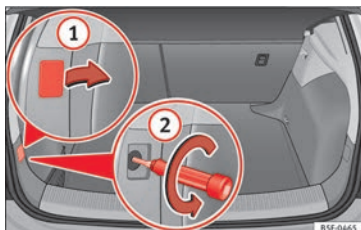

Abb. 115 Gepäckraum: Lage der Befestigungsschraube der Heckleuchte
- Hebeln Sie die Abdeckung an der Aussparung mit dem flachen Teil des Schraubendrehers ab und entfernen Sie die Abdeckung » Abb. 115 ①.
– Lösen Sie mit einem Schraubendreher die dahinterliegende Schraube im Gegenzeigersinn (Pfeil) » Abb. 115 ②, und nehmen Sie diese vorsichtig heraus.